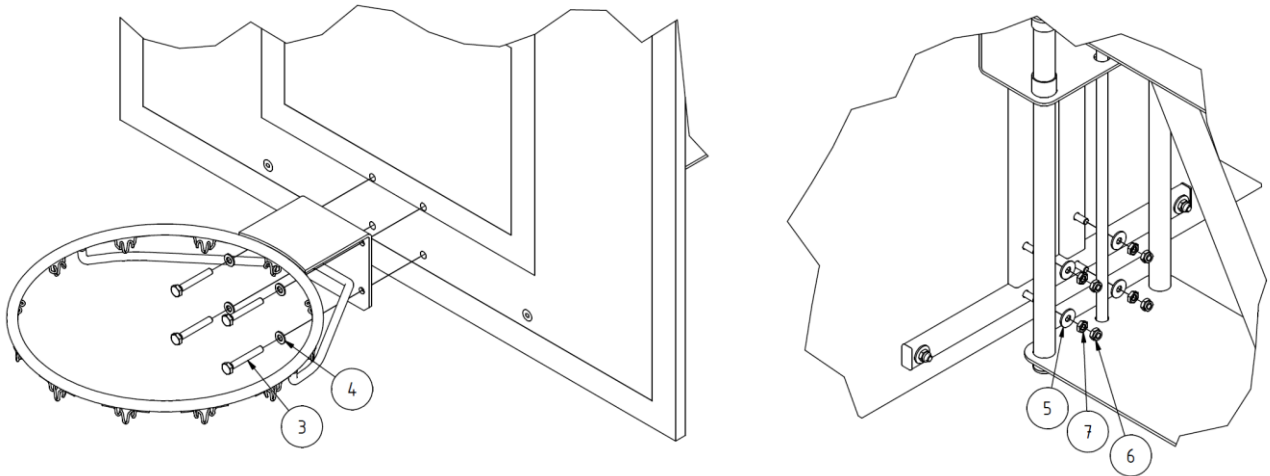

Abbildung 7: Montage des Korbes am Zielbrett
Schieben Sie die Sechskantschrauben ③ zunächst durch jeweils eine Unterlegscheibe ④ und anschließend durch die Bohrungen im Korbbloch, Zielbrett und der Basketball-Übungsanlage ①, wie in Abbildung 7 dargestellt. Schieben Sie von der Rückseite eine Unterlegscheibe Extra Breit ⑤ über das Schraubenende ③ und verschrauben Sie diese mit der Flachmutter ⑦ und der Sicherheitsmutter ⑥. Verwenden Sie dafür den Schraubenschlüssel SW 17.